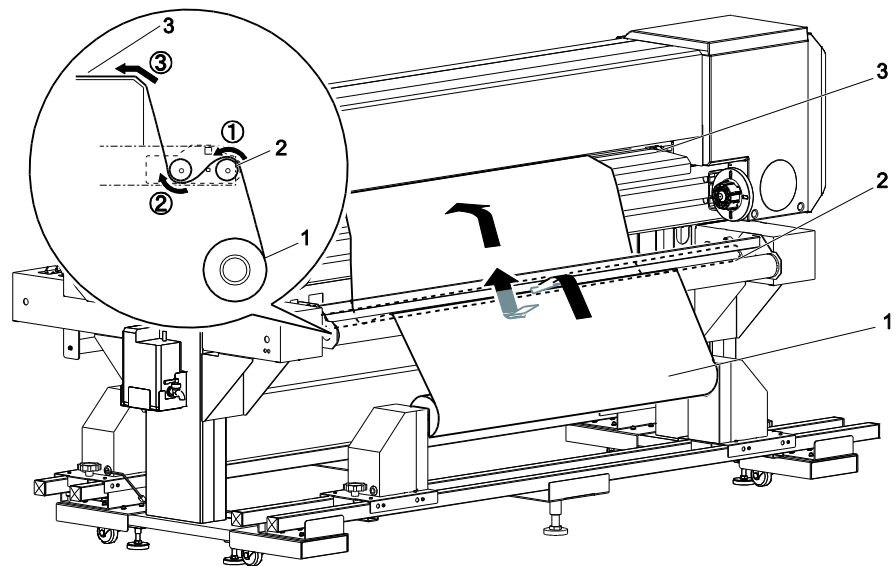
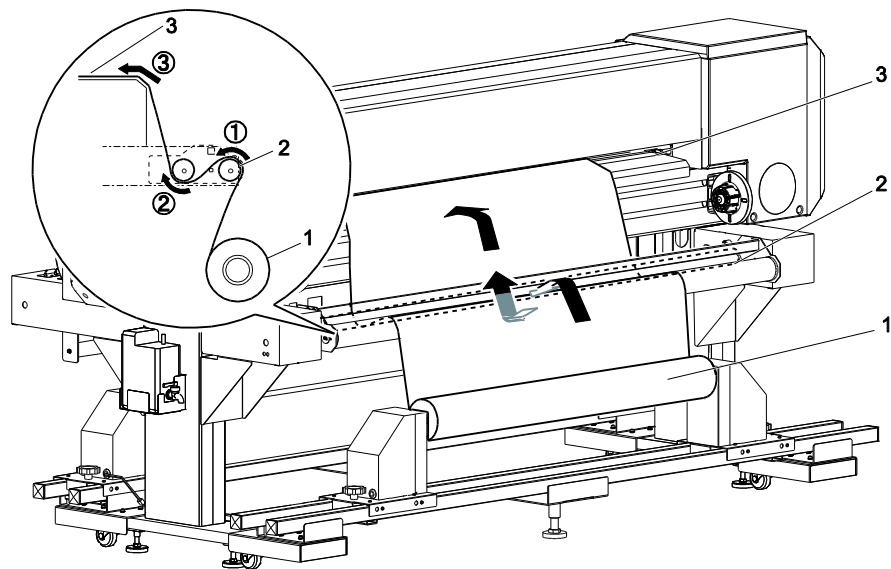

Figura 22. Inserire la carta nel rullo di tensionamento
Figura 23. Installazione del supporto su rullo
13. Inserire il supporto nel rullo di tensionamento e quindi nella piastra posteriore della stampante. Il supporto può essere inserito con la superficie da stampare all'esterno (Figura 22) o all'interno (Figura 23).